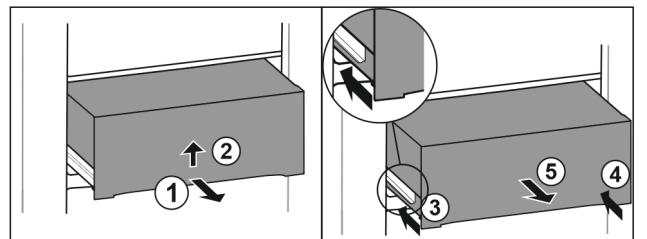

Fig. 45
- ▶ Tirer le tiroir jusqu'à mi-chemin. Fig. 45 (1)
- ▶ Soulevez le tiroir par le bas. Fig. 45 (2)
- ▶ Rentrer le rail de gauche. Fig. 45 (3)
- ▶ Rentrer le rail de droite. Fig. 45 (4)
- ▶ Retirer le tiroir par l'avant. Fig. 45 (5)